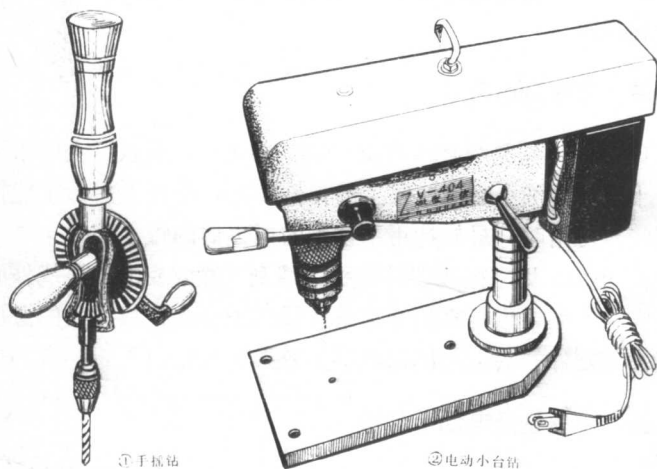

图 1-2-3 手摇钻及电动小台钻
1. 手摇钻: 手摇钻是用来在金属板、木板或印制电路板上打孔用的(图 1-2-3-①)。在钻孔前, 需先在钻孔处作好标记或
2. 小型电台钻:(图 1-2-3-②)要精确地对印制电路板上的复杂线路钻孔,使用手摇钻往往在钻孔时由于把不稳而使钻孔点发生偏离。若使用电台钻,会大大地提高工作效率和钻孔质量。所以在可能的条件下应备有小型单向 220V 电台钻。使用时要将钻头紧固在三爪钻夹头内。露出的钻头不宜过长。被钻的印制电路板要用手按牢,下垫一木块,事先调好位置,以钻头恰好能穿透电路板为宜。钻孔时要先开电源,使钻头正常转动后,再用手柄操纵钻头下移,穿透印制电路板。一定要注意安全,万勿使被钻物体松脱而随钻头一起转动。